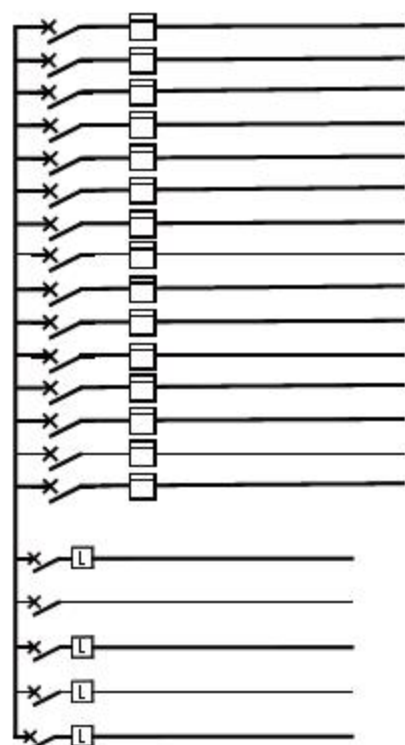

图13-5 修剪图形
**04** 重复调入电气元件的操作，调入相关的元件图块后，调用TR【修剪】命令，修剪线路，结果如图13-5所示。